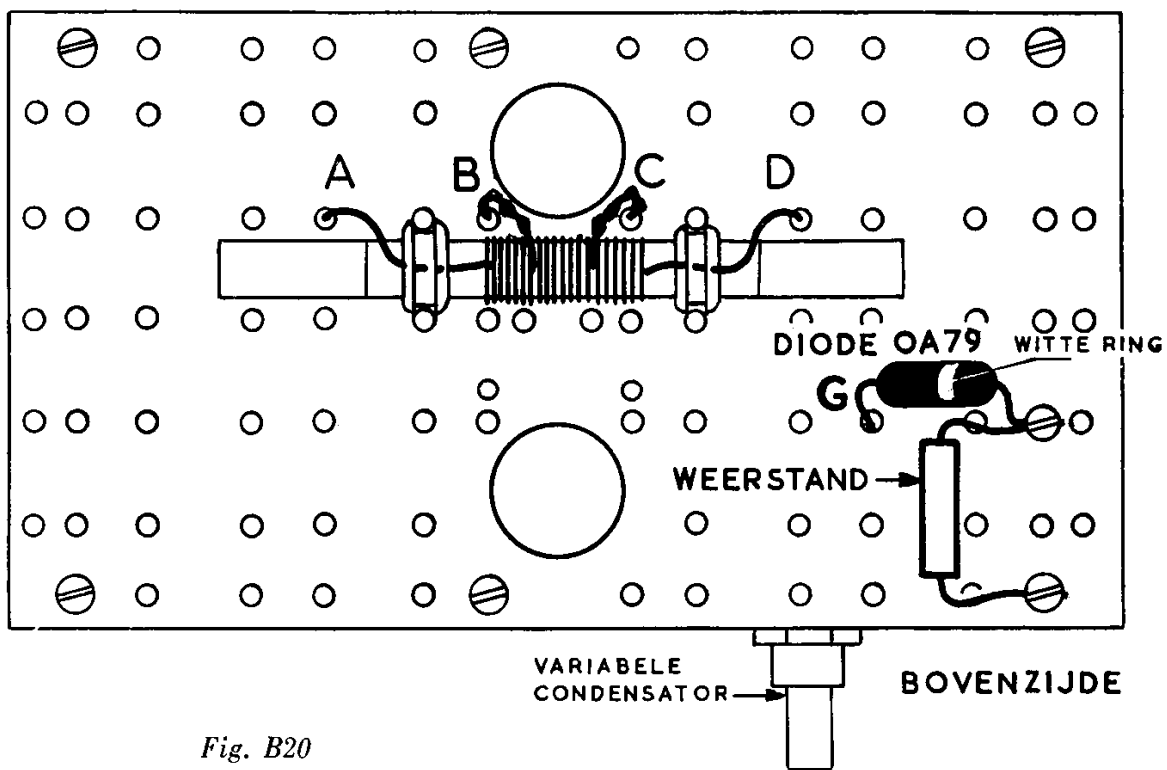
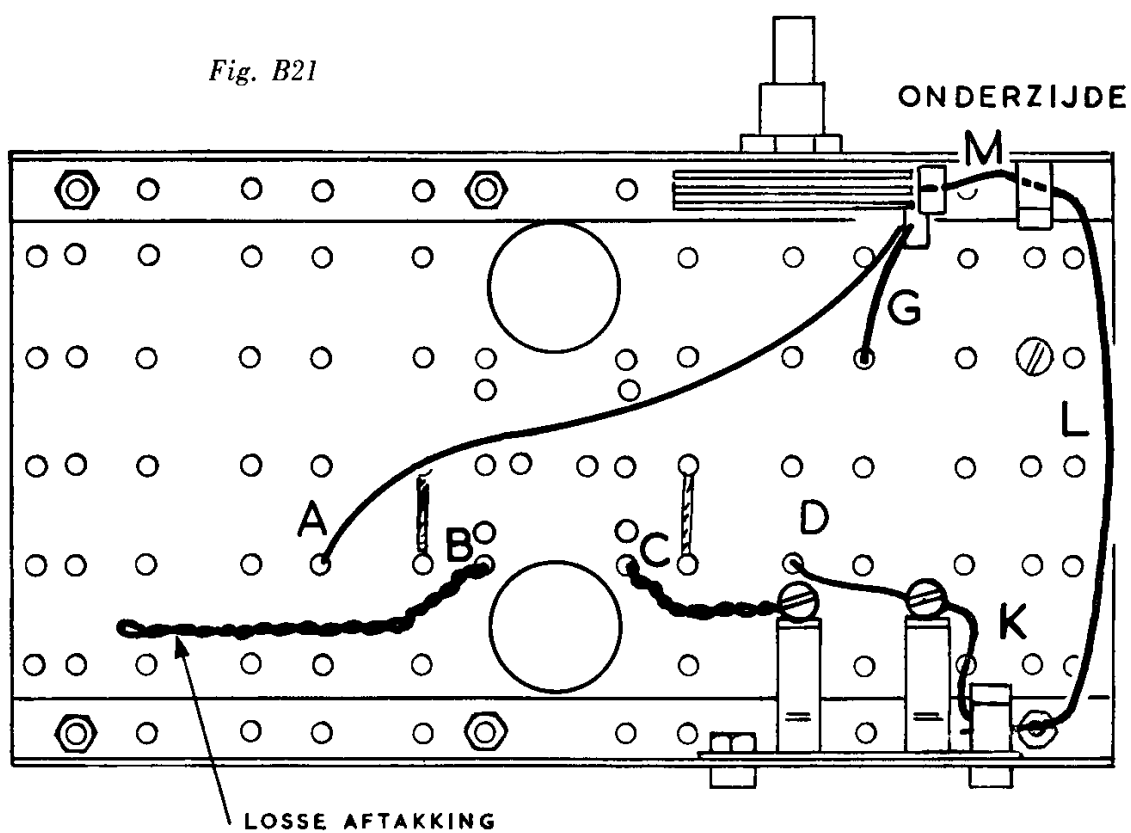
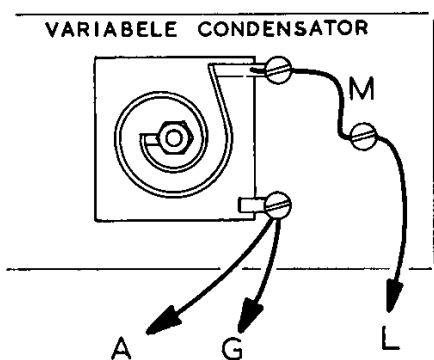

Fig. B20
Fig. B21
Fig. B22
17. Monteer de **weerstand** en de **diode OA 79** aan de bovenzijde volgens figuur B20, zie blz. 17. De witte ring op de diode moet aan de zijde van de weerstand komen. Eén van de aansluitdraden van de diode (deze draad is in fig. B20 gemerkt met de letter G) verdwijnt door een gat in de bruine isolatieplaat naar de onderzijde. In figuur B21 en figuur B22 kun je zien, dat deze draad G moet worden vastgezet in de klem aan de variabele condensator, die het dichtst bij de bruine isolatieplaat is gelegen.
18. Nu gaan we de **spoel** aansluiten. Steek de vier aansluitdraden door gaatjes in de bruine isolatieplaat (zie figuur B20) en zet drie van deze draden aan de onderzijde vast in de klemmen, die in figuur B21 zijn aangegeven: twee aan de stekerbuisplaat en één aan de variabele condensator. De aansluitdraden van de spoel zijn in beide tekeningen met dezelfde letters (A, B, C en D) aangegeven.
19. Leg de **draad M** van de tweede klem aan de variabele condensator naar de klem aan de metalen montageplaat, zie figuur 21 op blz. 17 en figuur B22.
Het prinsipeschema van de „Pionier I” met de Philips universeelspoel PP 11 is in figuur 5 getekend. De cijfers bij de spoel komen overeen met de cijfers, die in figuur 6 bij de aansluitlippen van de spoel zijn gezet. Het merkteken bestaat uit een gaatje, dat aan één zijde in het bruine isolatieplaatje aan de onderzijde van de spoel is aangebracht. De letters die bij de draden aan de aansluitlippen zijn aangegeven, komen overeen met de letters die in de bouwtekeningen zijn gebruikt (figuur B20, B21 en B22).